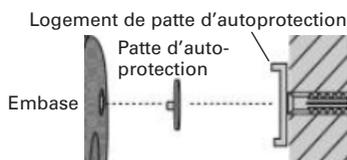

Figure 5. Patte d'autoprotection et logement
1. En utilisant le gabarit fourni, percer le mur pour accueillir les trois vis de fixation et le logement de la patte d'autoprotection (Figure 5).